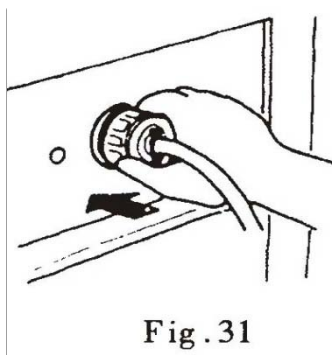

Fig .31
5.4.2 Conectar los dispositivos (Figure 31)